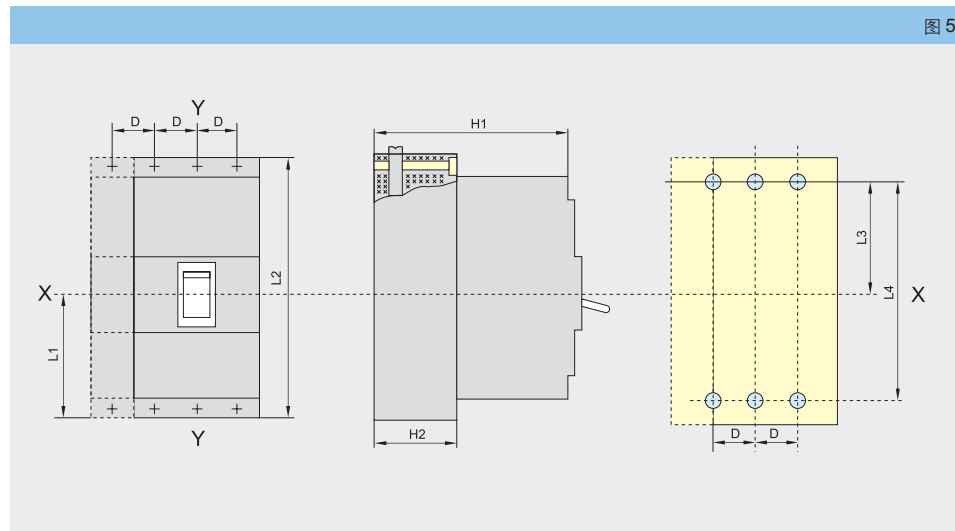

图 5
7.5 AM3-125~160 插入式、板前接线的外形及安装尺寸(见图 5、表 14)。